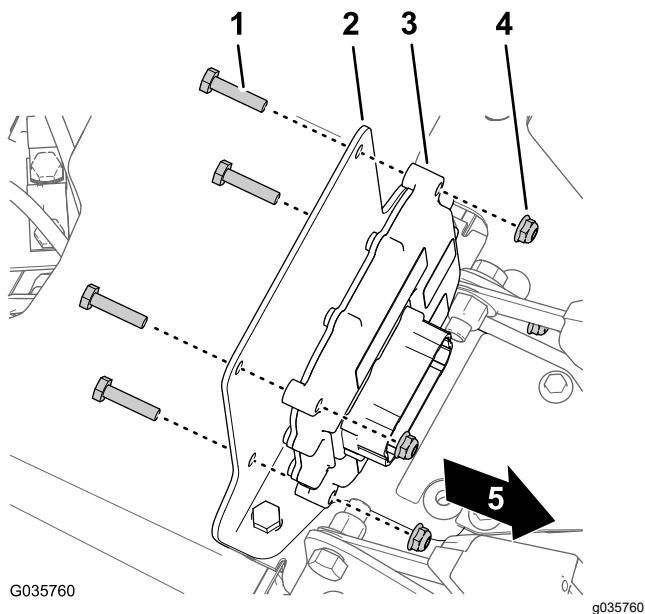

Figura 32
do operador interior e do passageiro e retire a tomada de extração da base da consola (Figura 32).
4. Monte o controlador eletrônico no suporte de montagem (Figura 32) com quatro parafusos ($\frac{1}{4}$ pol. x $1\frac{1}{8}$ pol.) e quatro porcas de bloqueio ($\frac{1}{4}$ pol.).